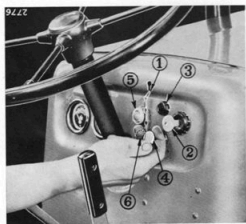
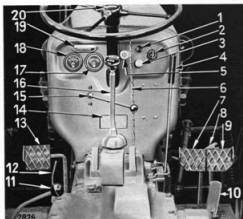

Bild 9. Startreglage
Bild 12. Instrument och reglage
För fram motorns gasreglage (15, bild 12) till max.-läget. Skjut in nyckeln i strömbrytaren (2, bild 9) så långt den går, så att kontrollampen tänds (3).
Drag ut glödstartreglaget (4, bild 9) till första spärrläget och håll det där 15—20 sekunder. Indikatorlampan (5) visar om systemet fungerar.
Om gasreglaget (15, bild 12) ställs in i ett läge, håller det sedan motorvarvet konstant, oavsett belastningsvariationer. Dessutom är traktorn försedd med en gaspedal (10), som används vid landsvägskörning.
När kraftuttagets manöverspak (12, bild 12) står i sitt bakre läge, är kraftuttaget inkopplat, och när den står
Spaken för manövrering av differentialspärren sitter på vänstra bromstrumman. Se 11, Bild 12. När spärren skall användas, trampas kopplingspedalen ned, varefter spaken dras upp och hålls i detta läge medan kopplingspedalen släpps upp igen. När spaken släpps, går spärren automatiskt ur ingrepp.